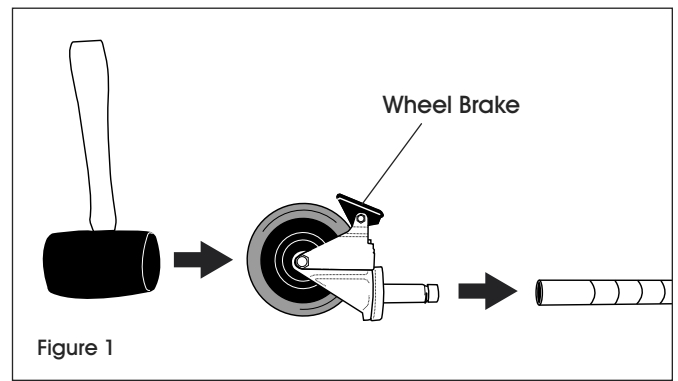

Figure 1
(See Figure 1)
2. Engage the wheel brakes to keep casters from rolling during assembly. Use a rubber mallet to tap caster stems into posts. (See Figure 1)
1. Assurez-vous que le montant est placé comme illustré. (Voir Figure 1)
2. Enclenchez le frein pour empêcher les roulettes de rouler pendant le montage. Utilisez un maillet en caoutchouc pour insérer la tige des roulettes dans les montants. (Voir Figure 1)